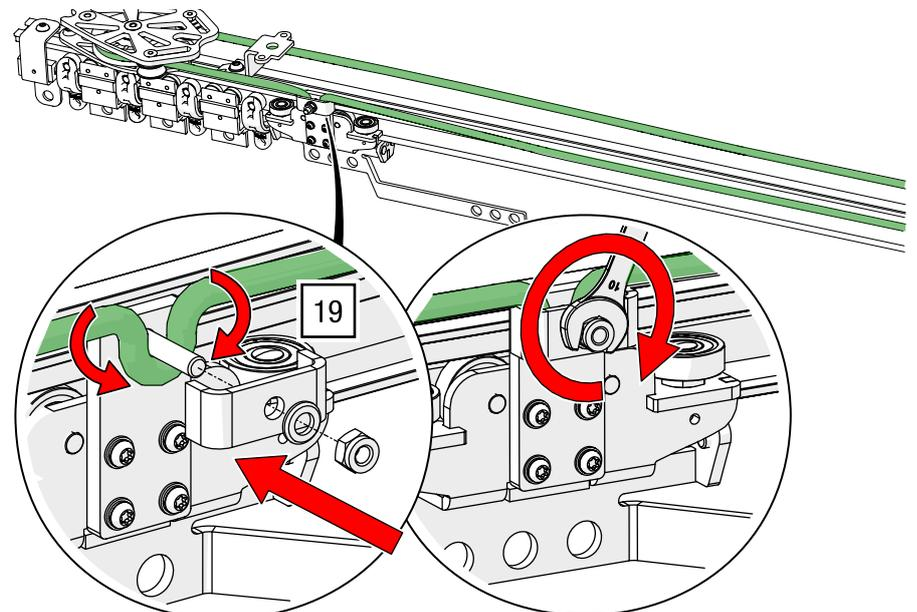

Abb. 84: Seitliche Seilführung – Seil am zweiten Zugwagen anklemmen
19. Verkleben Sie das Seil im ersten Zugwagen bei der Umlenkrolle und ziehen Sie die Mutter mit einem Gabelschlüssel SW 10 an (siehe Abb. 84).